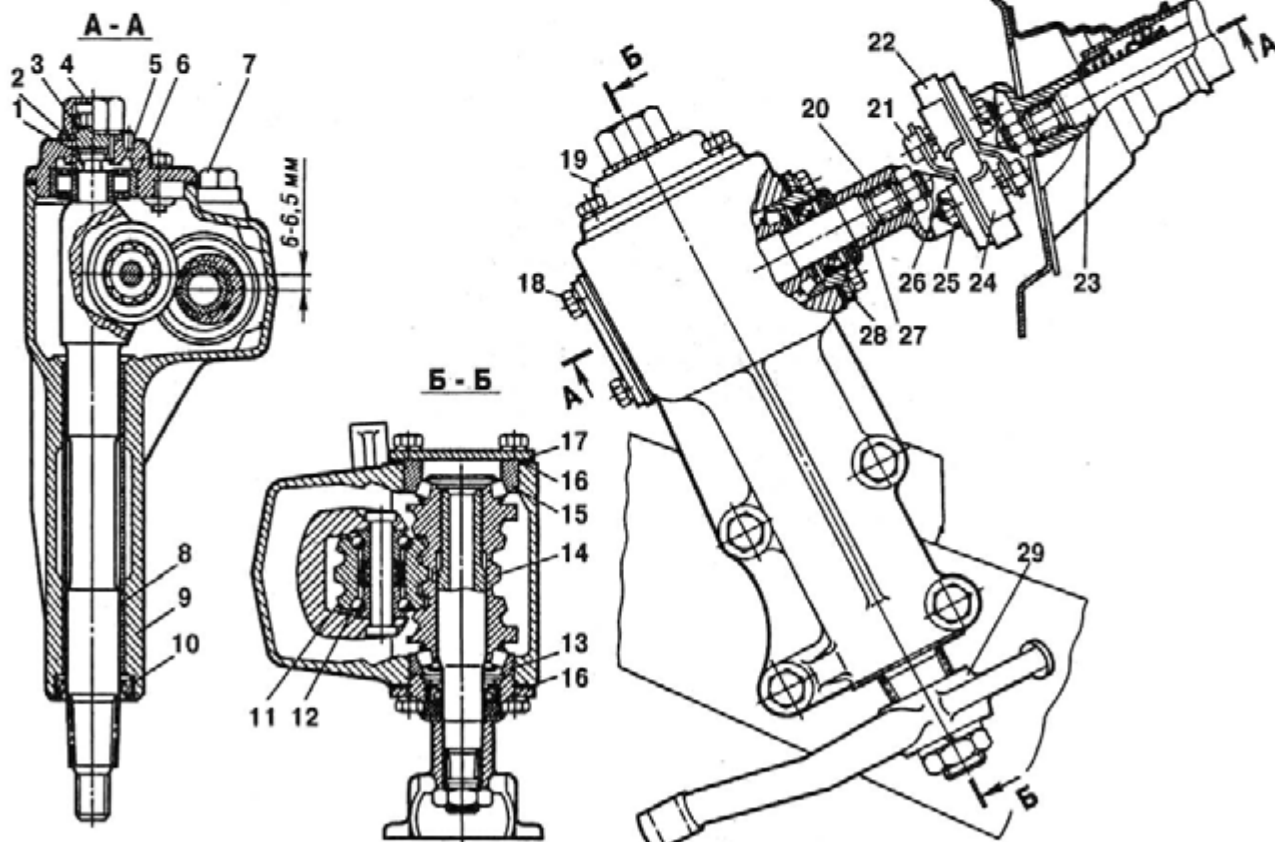

Рис. 153. Рулевой механизм:
Рулевой механизм (рис. 153) состоит из глобоидального червяка 14 и трехгребневого ролика 11, находящихся в беззазорном зацеплении (при прямолинейном движении). Смонтирован рулевой механизм в алюминиевом картере 9 и установлен на наружной стороне лонжерона рамы. Червяк установлен на двух роликовых конических подшипниках 13 и 15. Обойма заднего подшипника 13 запрессована в горловину картера до упора в бурт задней крышки.
Один раз в 4...5 лет, а также при снятии рулевого механизма с автомобиля для регулировки рекомендуется заменить в нем масло (применяемое для коробки передач). Для слива масла из картера рулевого механизма следует отвернуть болт 18 (см. рис. 153) или ослабить все болты крепления передней крышки. Чтобы ускорить слив, нужно вывертывать маслосливную пробку и сливать масло горячим (непосредственно после поездки). Свежее масло надо заливать в объеме 0,3 л. Если имеются признаки подтекания, то следует доливать в картер рулевого механизма свежее масло до уровня на 15...20 мм ниже кромки наливного отверстия.
отвернуть гайку 4 (см. рис. 153) регулировочного винта и снять стопорную шайбу 2 со стопорного штифта 5;
- разъединить муфту 22 (см. рис. 153), отогнув стопорную пластину и отвернув гайки 25 двух шпилек;